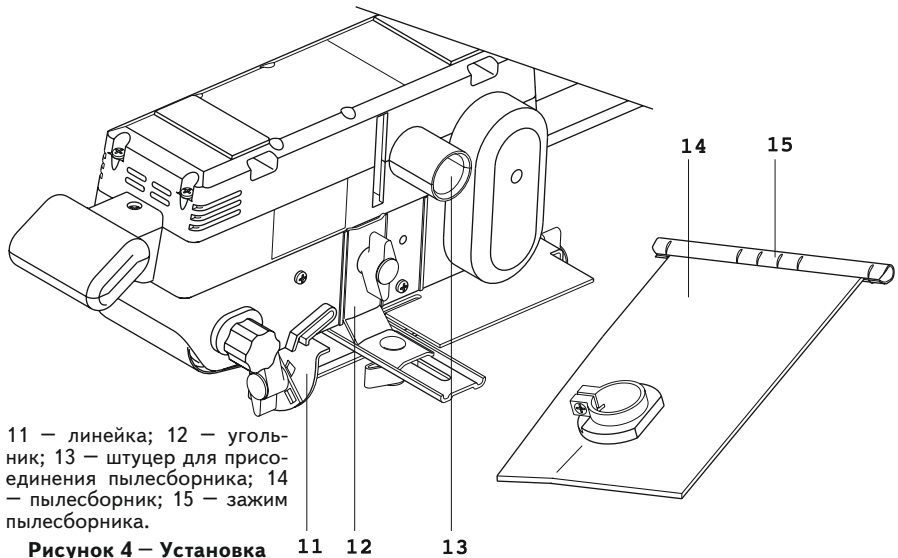

Рисунок 4 – Установка принадлежностей
4.4 Пылесборник 14 (рисунок 4) предназначен для улавливания выбрасываемой при шлифовании пыли.
6.3 При использовании комплекта линейки E-291BB, установить и закрепить линейку 11 на шлифмашину (см. рисунок 4).